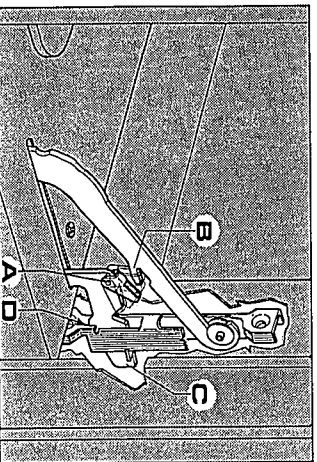

Fig. 35
- Pour le montage répéter les mêmes opérations en sens inverse en ayant soin d'introduire dans leur logements les secteurs **C** et **B** (voir fig. 35).